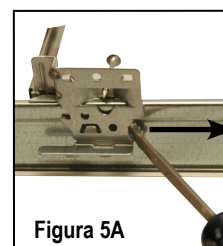

Figura 5A
4. Sujete cada pie de la barra colgante a la Barra-T usando los dos seguros integrales o un tornillo para metal (proporcionado por otros). Si se desea un alambre de amarre para soporte adicional, cada pie de barra de colgante tiene orificios para permitir la fijación de dicho alambre. (Figura 5A)